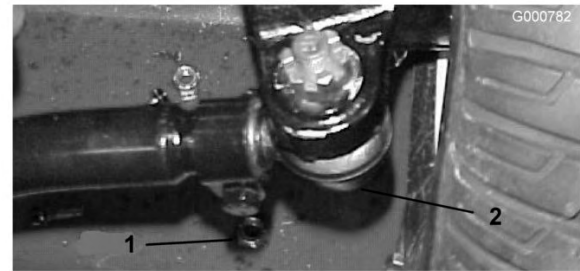

Figura 70
2. Para ajustar, remova o contrapino e a porca de cada uma das rótulas da barra de ligação. Remova a junta da barra de ligação do suporte do eixo (Figura 70).
3. Desaperte as abraçadeiras que estão em ambas as extremidades das barras de ligação (Figura 70).